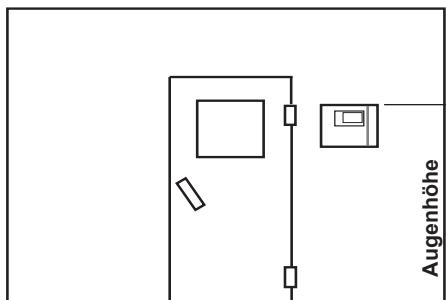

Abb. 3
1. Die Bohrungen Ø 3 mm für die mitgelieferten Holzscreuben 4 x 20 mm werden entsprechend den in Abb. 3 + 3.1 angegebenen Maßen angebracht.